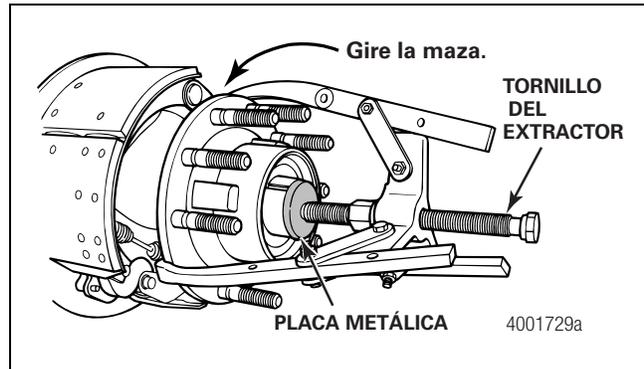

Figura 4.29
- A. Coloque una placa metálica sobre el extremo de la espiga. Figura 4.29.
- B. Fije un extractor de tres patas a la maza. Figura 4.29.
- C. Sujetando el tornillo del extractor para que no se mueva, gire la maza para separarla del eje. Figura 4.29.